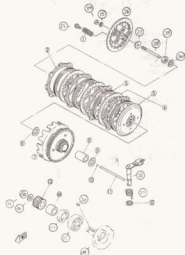

Bild 132
Die Kupplung der YAMAHA DT 80-Motoren ist eine im Ölbad laufende Lamellenkupplung. Wer die Teile der Kupplung auf ihre Weiterverwendbarkeit überprüfen will, muss die Funktion jedes einzelnen Teils kennen. Bild 132 zeigt die in Frage kommenden Teile:
- Die Kupplungsdruckstange, bestehend aus den Bauteilen 11 und 28 in Bild 132, darf nicht verbogen sein. Zum Test über eine Spiegelglasscheibe rollen lassen. Toleriert wird eine Durchbiegung bis zu 0,15 mm.
- Darauf achten, dass die Dämpfungsringe (3 in Bild 132) richtig positioniert und nicht verdreht sind.
- Kupplungsdruckstange mit Hilfe des Schraubengewindes an den Bauteilen 27 und 28 so einstellen, dass die Kante des Betätigungshebels (Teil 22) bei spielfreier Stellung an der Gehäusemarkierung anliegt (siehe hierzu Bild 136). Ist diese Einstellung erreicht, wird die Gegenmutter (Teil 24 in Bild 132) mit 8 Nm Anzugsdrehmoment angezogen.